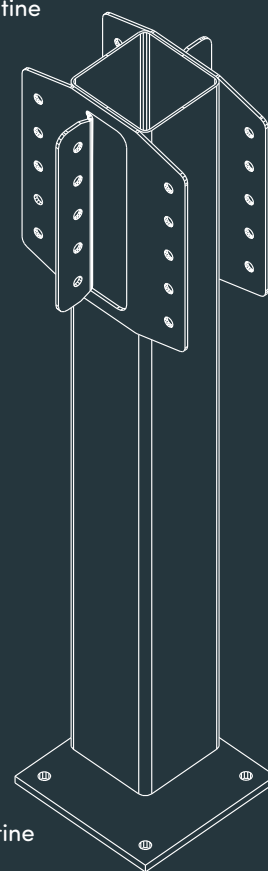

Fig. 2 - Platine déportée
- En configuration standard, les platines sont soudées au centre des poteaux. Cependant, pour une meilleure adaptation à l'environnement telle qu'une plate-forme contre un mur, elles peuvent être décentrées (Fig. 2). Cette option est valable uniquement sur platine de section 200 x 200 mm.